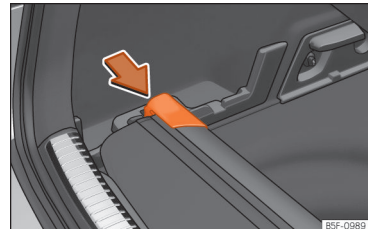

Fig. 144 Nel bagagliaio: alloggiamento per la riposizione del pianale avvolgibile.
- Spingere la testa del pianale avvolgibile nel senso della freccia fino a fissarla nell'apposito alloggiamento »» **fig. 144.**